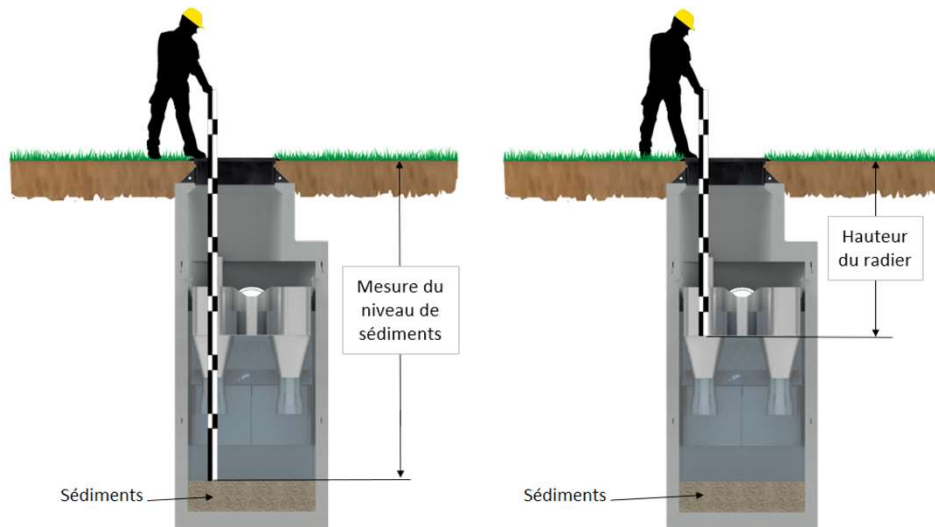

Figure 3 : Méthode d'inspection des sédiments
2. Inspection du niveau des sédiments (figure 3)